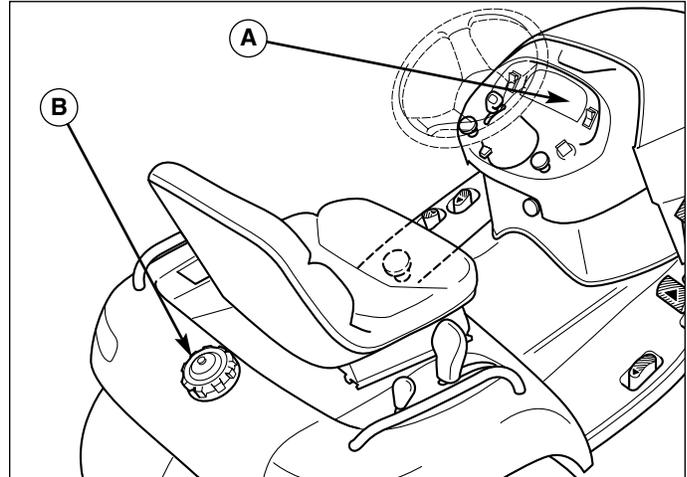

Figure 12. Remplissage du réservoir de carburant
Consulter la jauge de carburant du tableau de bord (A, figure 12) pour s'assurer qu'il reste assez de carburant pour finir le travail. Appoint de carburant :
1. Retirer le bouchon du réservoir de carburant (B, figure 12).